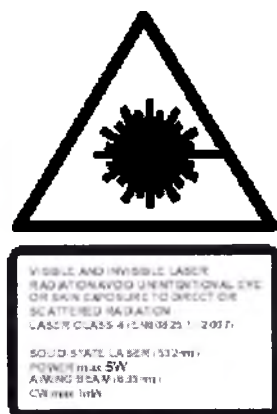

Рис. 16. Знак-указатель класса лазерного источника.
1. На рис. 16 показан символ, указывающий максимальные значения излучения энергии, а так же класс лазерного источника.